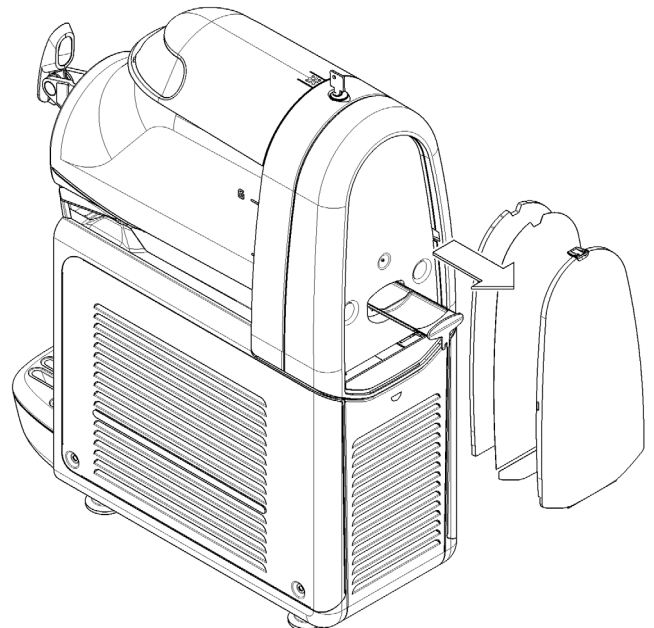

Bild 15
**2** Eventuelle Spuren der Beschichtung, die ins Innere des Verdampfers gelangt sind, durch Herausnehmen des entsprechenden Schiebers wie angezeigt entfernen (Bild 15).